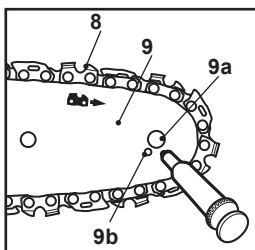

Fig. 36
**REMARQUE : il n'est pas nécessaire de retirer la chaîne (8) pour lubrifier la roue dentée (9a). La lubrification peut être effectuée directement.**
2. À l'aide d'un pistolet de graissage jetable, insérer le bec effilé dans l'orifice de lubrification (9b) (Fig. 36) et injecter de la graisse jusqu'à ce qu'elle apparaisse sur le bord extérieur de la roue dentée (9a).
3. Tourner la chaîne (8) manuellement. Répéter la procédure de lubrification jusqu'à ce que toute la roue dentée (9a) soit graissée.